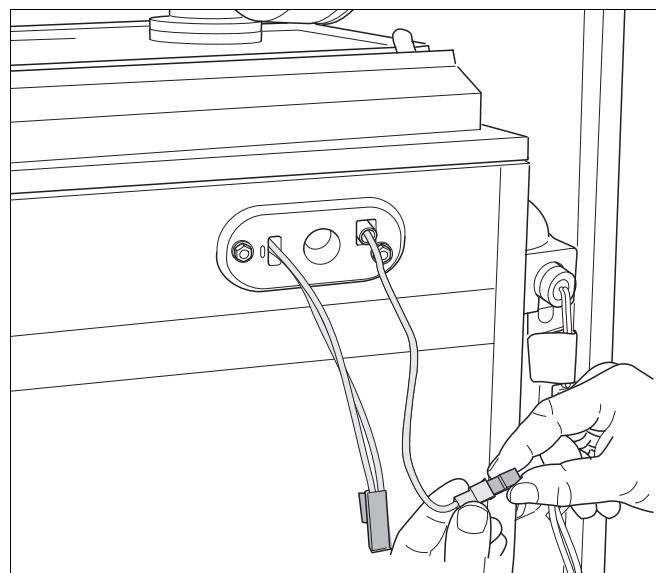

Fig. 90 Afmontering af stikforbinder til ioniseringselektrode
- Løsn stikforbindelsen til overvågningskablet (fig. 90).